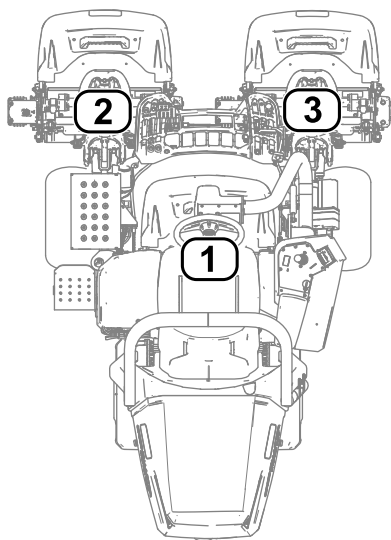

Figura 28
- **1** fa riferimento all'apparato di taglio centrale (Figura 28)
- **2** fa riferimento all'apparato di taglio anteriore sinistro (Figura 28)
- **3** fa riferimento all'apparato di taglio anteriore destro (Figura 28)